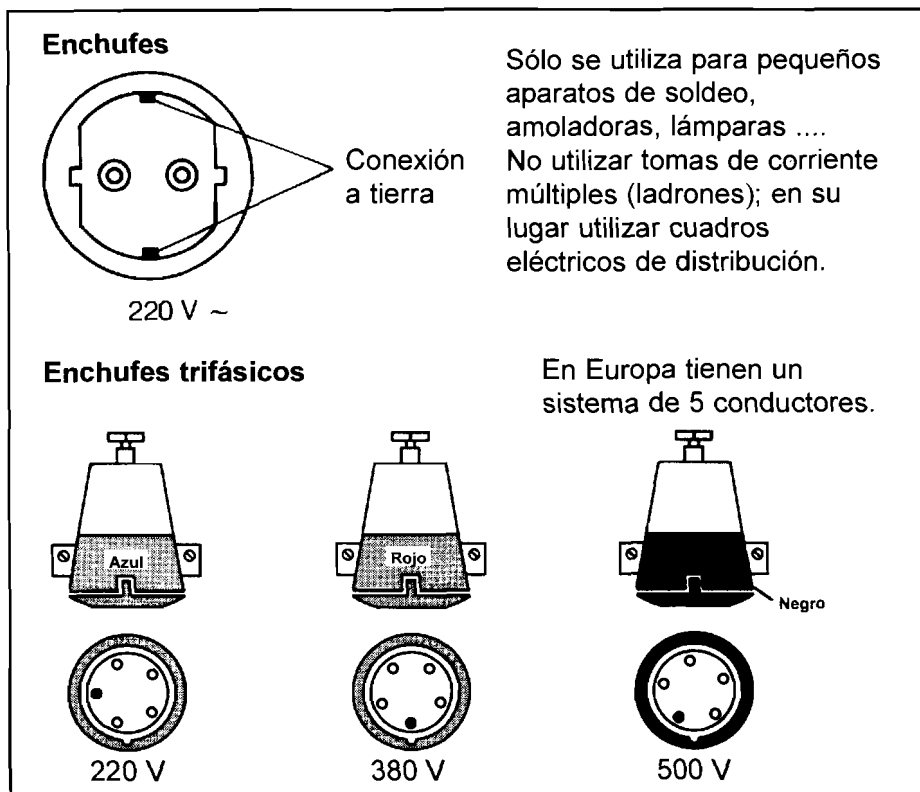

FIGURA 4.12: DESCRIPCIÓN DE ENCHUFES UTILIZADOS
- Enchufes de conexión a la red. (Ver figura 4.12).